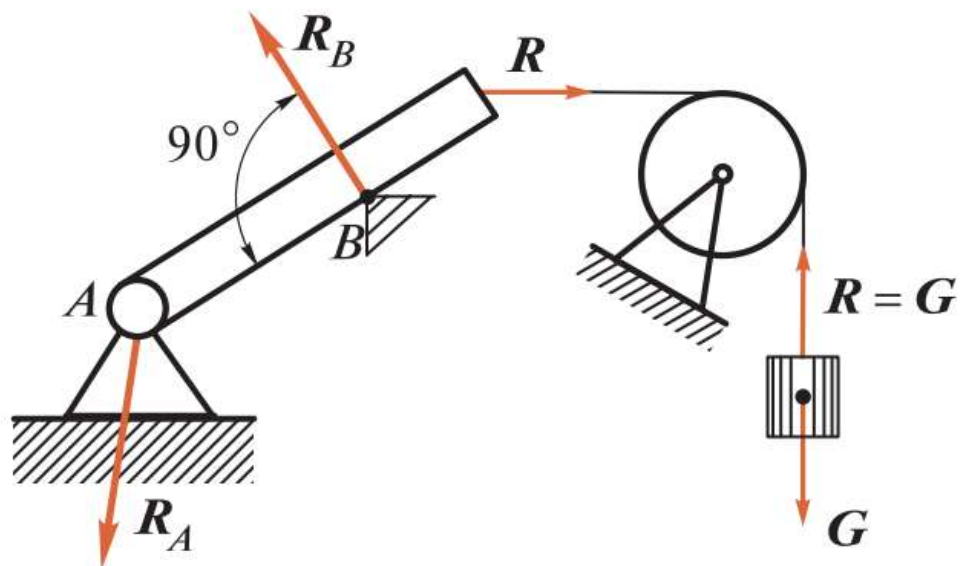
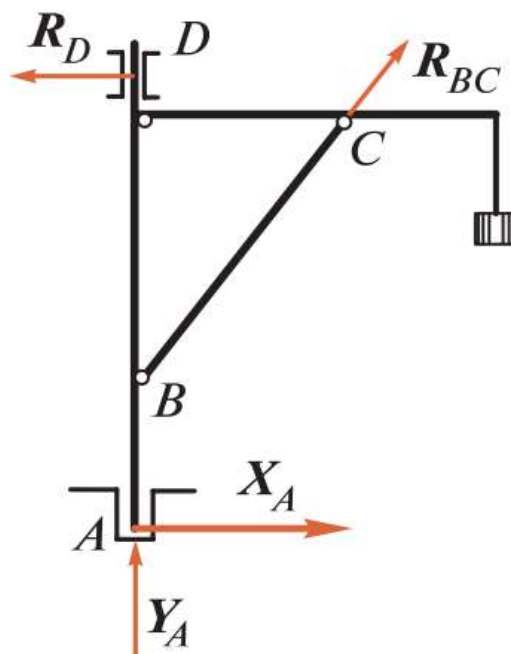

Рис. 1.8
Рис. 1.9
3. *Закрепленная точка или ребро угла* (рис. 1.8, ребро B). В этом случае реакция R_B направлена по нормали к поверхности идеально гладкого тела в сторону тела, так как нормаль к поверхности тела есть единственное направление перемещения, которое не
4. Гибкая связь (см. рис. 1.8). Реакция \mathbf{R} гибкой связи не дает телу лишь удалиться от точки подвеса и поэтому направлена *вдоль связи от тела к точке подвеса*. Из рис. 1.8 видно, что гибкая связь, перекинутая через блок, изменяет направление передаваемого усилия (натяжения нити).
5. **Идеально гладкий цилиндрический шарнир** (см. рис. 1.8, шарнир А; рис. 1.9, подшипник D). В этом случае заранее известно только, что реакция \mathbf{R} *проходит через ось шарнира и перпендикулярна этой оси*, так как шарнирное соединение допускает вращение вокруг оси, но не допускает никаких перемещений тела, перпендикулярных этой оси.
7. **Идеально гладкий подпятник** (рис. 1.9, подпятник А). Подпятник можно рассматривать как сочетание цилиндрического шарнира и опорной плоскости, поэтому будем считать реакцию подпятника состоящей из двух составляющих: \mathbf{X}_A и \mathbf{Y}_A . Полная реакция \mathbf{R}_A подпятника равна векторной сумме этих составляющих:
8. **Стержень, закрепленный двумя концами в идеально гладких шарнирах и нагруженный только по концам** (рис. 1.9, стержень BC). В этом случае реакция стержня, согласно аксиоме III, может быть направлена только по линии BC, т. е. *по прямой, соединяющей оси шарниров*.